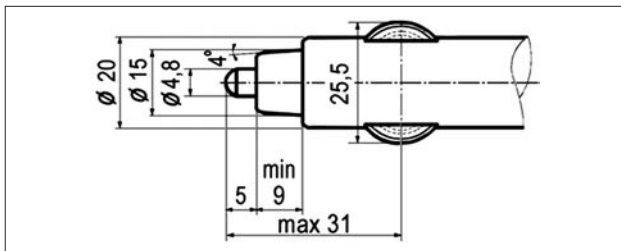

Рис. 18. Вилка для подключения дополнительного электрооборудования
2. Если вилка (разъем) электрического прибора слишком свободно или слишком плотно размещается в розетке, это может привести к плохому контакту или заклиниванию вилки (разъема). Используйте электрические приборы только с вилками (разъемами), указанными на рис.18.